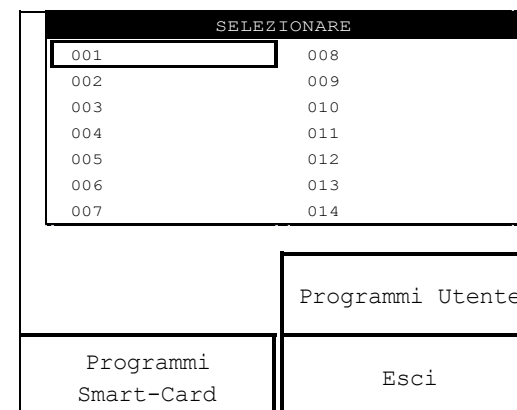

Fig.15
Premere il tasto relativo alla funzione CREA PROGRAMMI (vedi fig.2) per creare un programma; compare la schermata di fig.15.
- Premendo il pulsante ESCI, si annulla l'operazione di creazione del programma personalizzato e si ritorna alla schermata di Fig.15.
Al termine del salvataggio compare la schermata di Fig.21 che informa l'operatore che l'operazione di memorizzazione del programma personalizzato sul supporto di memoria è terminato con successo. Dopo qualche secondo si ritorna alla schermata di Fig.15.